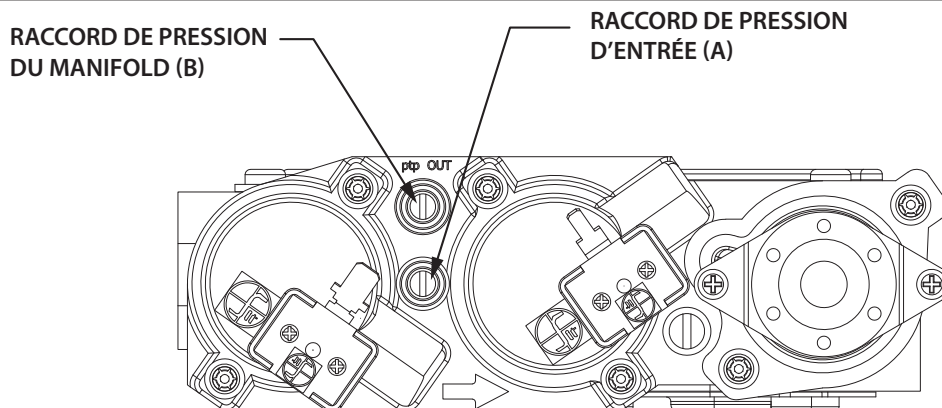

Figure 12.1, Raccords de test pression de valve de contrôle de gaz
1. Desserrer la vis du raccord de test de pression d'entrée («IN») en sens antihoraire. Voir (A) à la Figure 12.1.
2. Desserrez la vis du raccord de test de pression du manifold («OUT») en sens antihoraire. Voir (B) à la Figure 12.1.